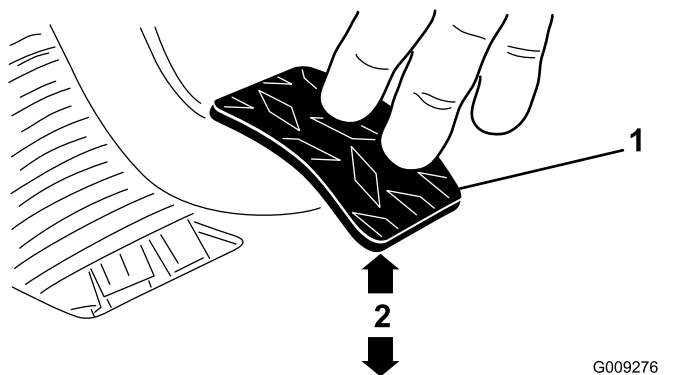

Figure 65
3. Ajustez les écrous de blocage ou la rotule jusqu'à ce que le bord arrière de la pédale d'embrayage soit à une distance de 9,2 à 9,8 cm du haut du plancher quadrillé quand vous appliquez une force de 1,8 kg sur la pédale (Figure 65).